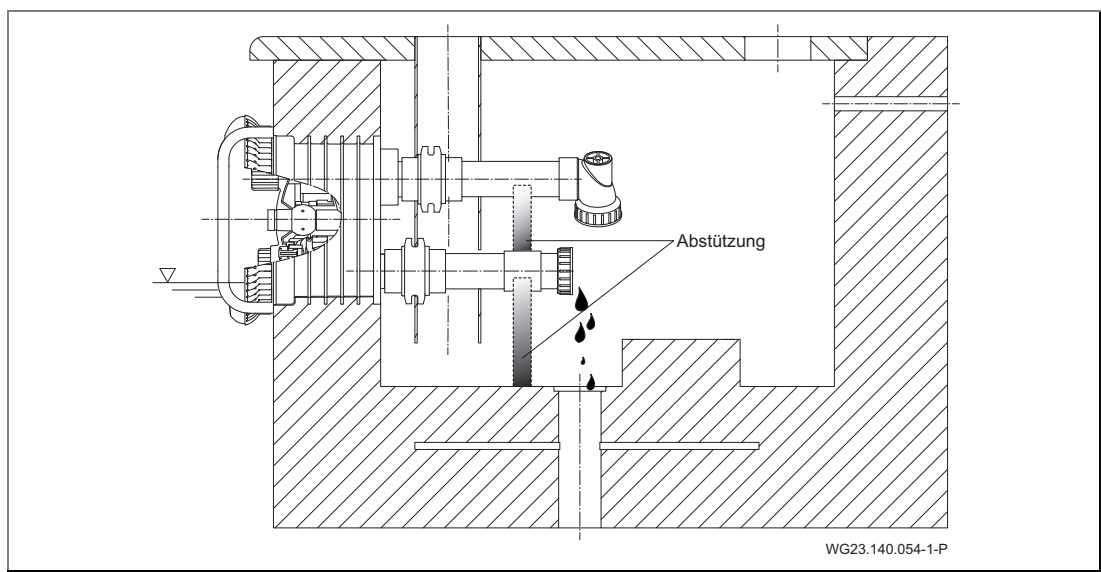

Abb. 27
- 3. Saug- und Druckleitung durch Abstützung entlasten. Siehe "Abb. 27".